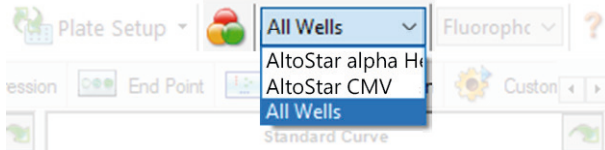

Figura 4: Pulsante Well Group (Gruppo pozzetto) e menu a discesa Well Group (Gruppo pozzetto)
Nella finestra Data Analysis (Analisi dei dati) assicurarsi di selezionare il **Well Group** (Gruppo pozzetto) del kit AltoStar® *alpha* Herpesvirus PCR Kit 1.5. Quindi, fare clic sul menu a discesa **Well Group** (Gruppo pozzetto) vicino al pulsante **Well Group** (Gruppo pozzetto) (vedere figura 4) della barra degli strumenti. Non usare il **Well Group** (Gruppo pozzetto) “All Wells” (“Tutti i pozzetti”). La selezione nella figura 4 è riportata unicamente a titolo di esempio generico.
1. Nella finestra Data Analysis (Analisi dei dati) assicurarsi di selezionare il **Well Group** (Gruppo pozzetto) del kit AltoStar® *alpha* Herpesvirus PCR Kit 1.5. Quindi, fare clic sul menu a discesa **Well Group** (Gruppo pozzetto) vicino al pulsante **Well Group** (Gruppo pozzetto) (vedere figura 4) della barra degli strumenti.